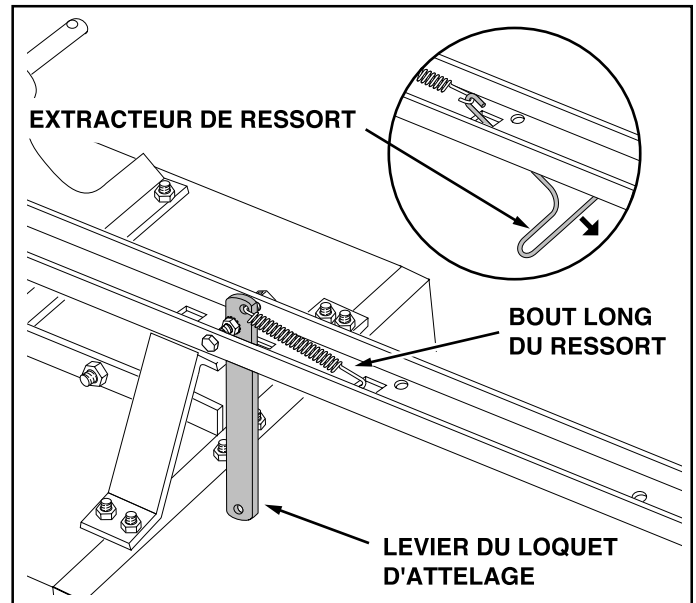

FIGURE 11
- Attachez la **petite** extrémité du ressort au trou se trouvant dans le levier loquet de verrouillage. Utilisez l'extracteur de ressort, comme montré dans la figure 11, afin d'attacher la **longue** extrémité du ressort à l'orifice carré sur la barre d'attelage.